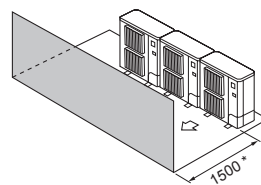

Fig. 2-15
- ③ Obstacles uniquement à l'avant (Fig. 2-15)